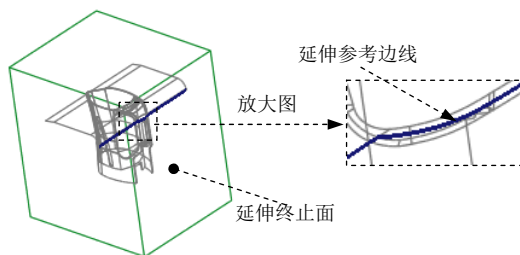

图 17.16 延伸参考边线
- (1) 选取图 17.16 所示的复制曲面的边线。
- (2) 单击 **分型面** 功能选项卡 **编辑** 区域的 **延伸** 按钮，此时出现 **曲面延伸：曲面延伸** 操控板。
- (3) 选取延伸的终止面。在操控板中按下 **终止面** 按钮，选取图 17.16 所示的坯料表面为延